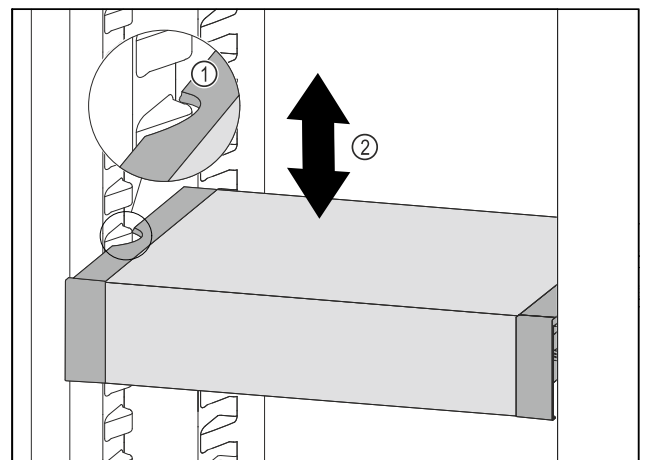

Fig. 82
- ▶ Húzza előrefelé a VarioSafe fiókot annyira, hogy a VarioSafe oldalsó kivágásai a hűtőrészben a tartóborda magasságában legyenek. Fig. 82 (1)
- ▶ A hűtőrészben a VarioSafe fiókot mozgassa felfelé vagy lefelé a kívánt magasság eléréséig. Fig. 82 (2)